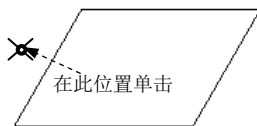

图 4.1.43 定义标注尺寸的放置位置
Step4. 定义标注尺寸的放置位置。在图 4.1.43 所示的位置单击以放置标注尺寸，放置后如图 4.1.44 所示。